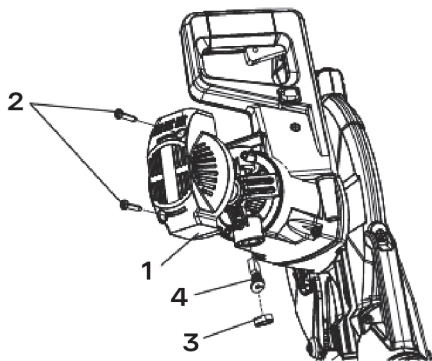

рис. 49
Для проверки или замены щеток отключить пилу. Удалить кожух двигателя (1), открутив два винта (2) (рис. 49). Снять черный пластиковый колпачок (3) на боковой стороне двигателя. Снимать колпачок следует осторожно, поскольку он подпружинен. Извлечь и заменить щетку (4). Заменить вторую щетку аналогичным образом.